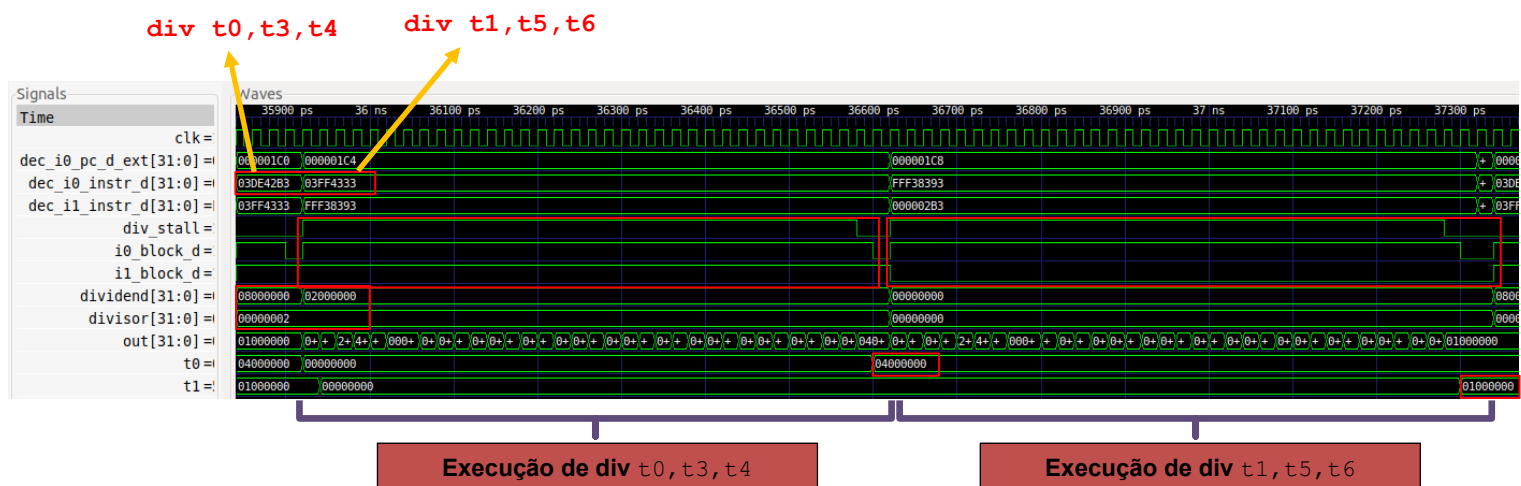
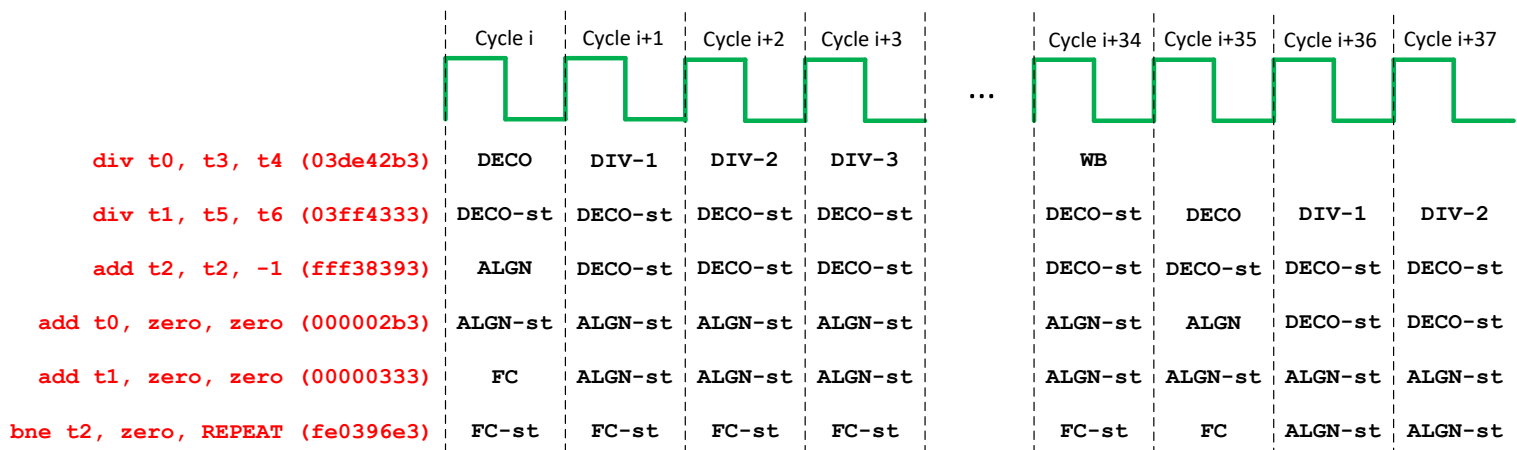

Figura 9. Simulação do Verilator para o exemplo da Figura 8
Figura 10. Execução da Figura 8 código de exemplo (o sufixo *-st* indica uma instrução bloqueada)
A Figura 9 mostra a simulação do programa da Figura 8 numa iteração aleatória do ciclo.
TAREFA: Replicar a simulação da Figura 9 no seu próprio computador e analisá-la em pormenor.
Analisar a forma de onda da Figura 9. Os valores destacados a vermelho são sinais relacionados com as duas instruções `div` à medida que atravessam o pipeline.
A Figura 10 ilustra o fluxo das instruções no exemplo da Figura 8 através do pipeline SweRV EH1. Quando a primeira instrução `div` é decodificada (ciclo `i`), a segunda `div` e as instruções subsequentes ficam bloqueadas na sua fase atual, devido à divisão bloqueante da SweRV EH1 e ao conflito estrutural na unidade de divisão. (Uma instrução parada é marcada na figura com o sufixo `-st`.) Depois, 34 ciclos mais tarde (ciclo `i+34`), a primeira instrução `div` termina a execução e escreve o resultado no ficheiro de registos através do multiplexer 2:1 que foi mostrado na Figura 4 do Lab 11. No ciclo seguinte (`i+35`), as instruções subsequentes são retomadas. Depois, no ciclo 36, a segunda instrução `div` inicia a execução e as instruções subsequentes ficam novamente paradas devido ao bloqueio da divisão da SweRV EH1.
TAREFA: Comparar a ilustração da Figura 10 e a simulação da Figura 9 que replicou no seu próprio computador. Acrescente sinais para alargar a simulação e aprofundar a compreensão, conforme pretendido.
TAREFA: Medir diferentes eventos (ciclos, instruções/divisões executadas, etc.) usando os Contadores de Desempenho disponíveis no SweRV EH1, como explicado no Lab 11. O número de ciclos é o esperado após a análise da simulação da Figura 9? Justifique a sua resposta.
- Meça diferentes eventos (ciclos, instruções/divisões executadas, etc.) utilizando os contadores de desempenho disponíveis no SweRV EH1, como explicado no Lab 11. O número de ciclos é o esperado após a análise da simulação da Figura 9? Justifique a sua resposta.